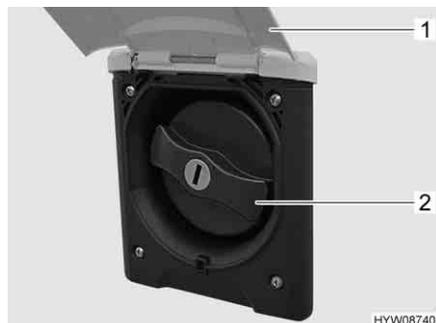

Bild 71 Verschlussdeckel für Trinkwasser-Einfüllstutzen
- Außenklappe (Bild 71,1) nach oben schwenken.
- Blauen Verschlussdeckel (Bild 71,2) eine viertel Umdrehung drehen.